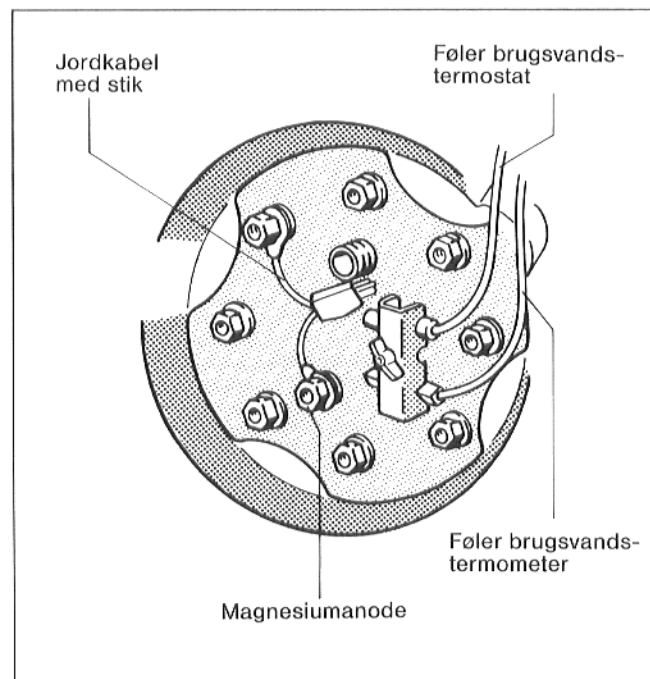

Fig. 14
- Jordkablets øsken monteres og sekskantskruerne drejes i (Fig. 14).